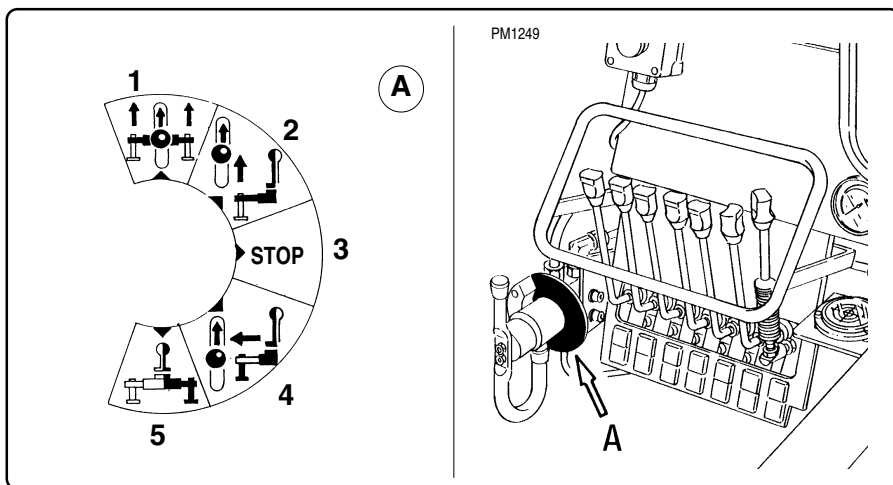

Fig. 6.7.4
Quando sulla gru è installato il deviatore per la selezione dell’elemento da comandare, sul deviatore stesso è applicata, da entrambi i lati della gru, la targhetta rappresentata in fig. 6.7.4.
In the event that the crane is fitted with a lever switch for selecting the part to operate, the lever switches on both sides of the crane will feature the plate illustrated in fig. 6.7.4.
- Leva deviatore collocata in pos. "1" fig. 6.7.4.
- Leva deviatore collocata in pos. "2" fig. 6.7.4.
- Leva deviatore collocata in pos. "3" fig. 6.7.4 (posizione di riposo). La leva del deviatore in questa posizione non consente di azio-
- *Lever switch in position. "1" fig. 6.7.4.*
- *Lever switch in position "2" fig. 6.7.4.*
- *Lever switch in pos. "3" fig. 6.7.4 (rest position).*
- Leva deviatore collocata in pos. "4" fig. 6.7.4.
- *Lever switch in position "4" fig.6.7.4.*